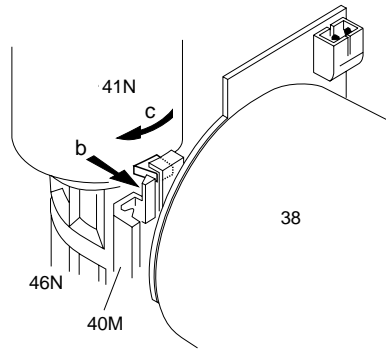

Fig. 17
- Feder (a) der Andruckrolle aushaken und entfernen (Fig. 17).
- Führung (Pos. 41N) aus der Nut des Fädelmotorhalters (Pos. 40M) aushaken (b) und so weit im Uhrzeigersinn verdrehen (c), bis die Andruckrolle und die Führung (Pos. 41N) entriegelt und abgenommen werden können (Fig. 17).
- Unhook and remove the pressure roller spring (a, Fig. 17).
- Release the pressure roller guide (Pos. 41N) from the guide in the threading motor holder (b, Pos. 40M) and turn the pressure roller guide assembly clockwise (c) until the pressure roller and the guide (Pos. 41N) can be released and removed (Fig. 17).